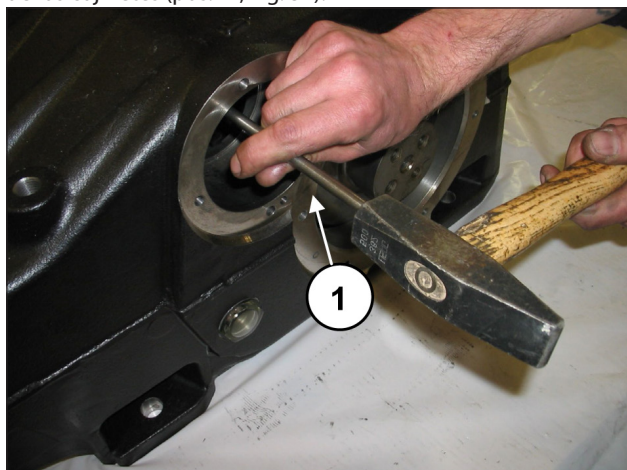
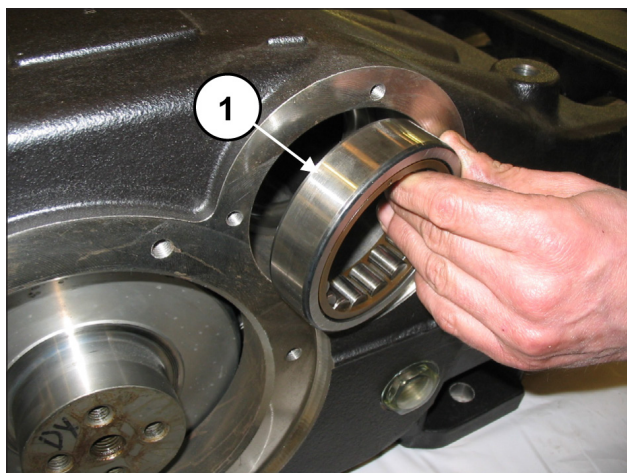
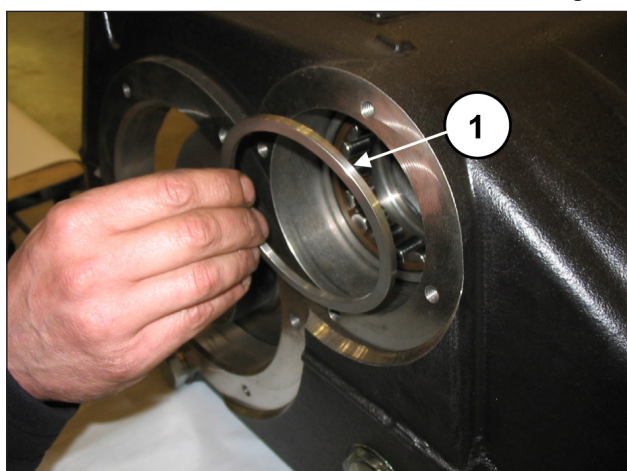
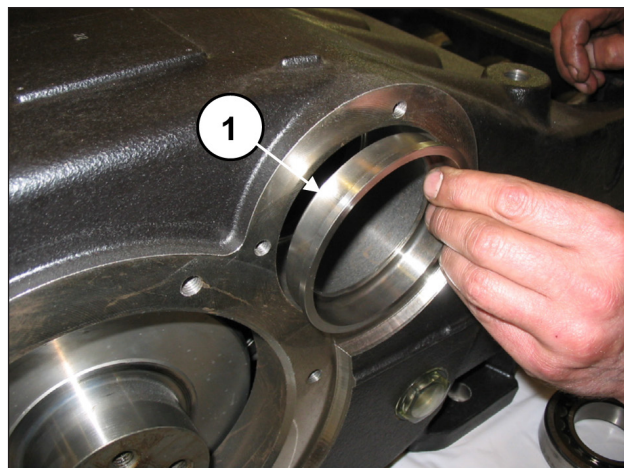

Fig. 34
Fig. 35
Fig. 36
Fig. 37
Con una barra lo suficientemente larga (pos. ①, Fig. 34) y una herramienta de percusión, extraer las anillas de los cojinetes del cárter de la bomba (pos. ①, Fig. 35), el distanciador del cojinete externo (pos. ①, Fig. 36) y el casquillo de lubricación de los cojinetes (pos. ①, Fig. 37).